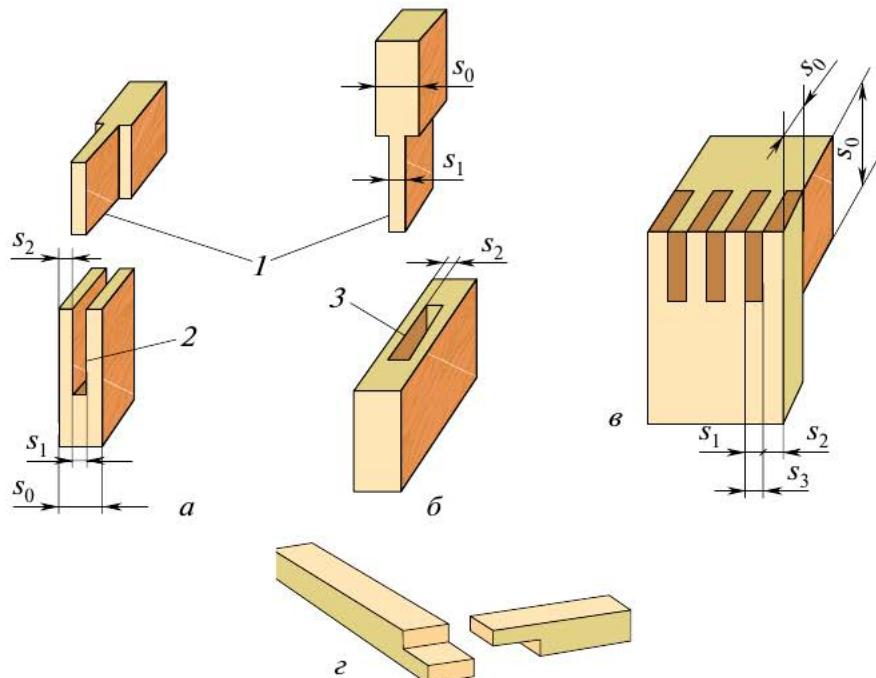

Рис. 4.51. Виды шиповых соединений и их основные элементы:
- угловое концевое (рис. 4.51, а);
- угловое серединное (рис. 4.51, б);
- угловое ящичное (рис. 4.51, в);
- угловое «вполдерева» (рис. 4.51, г).
В зависимости от толщины (s) соединяемых деталей выбирают различное количество количества шипов. Для угловых концевых и угловых серединных соединений размеры шипов и проушин определяют по формулам (см. рис. 4.51):